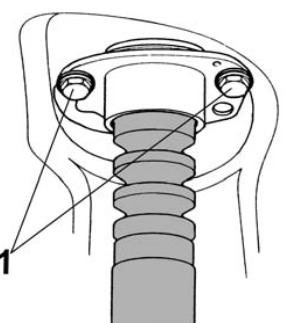

Fig. 7
- **Fig. 7** Obere Befestigungsschrauben (1) entfernen.
- **Fig. 7** Remove upper fastening screw(s) (1).
- **Fig. 7** Dévisser les vis de fixation supérieures (1).
- **Fig. 7** Retirar el tornillo de sujeción superior (1).